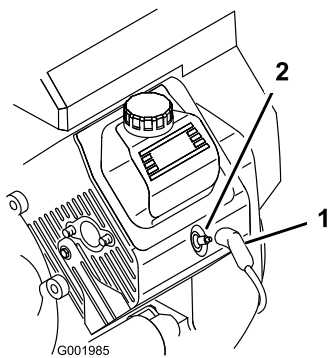

Figure 53
- Débranchez les fils des bougies (Figure 53).
- Rebranchez les bougies (Figure 53).